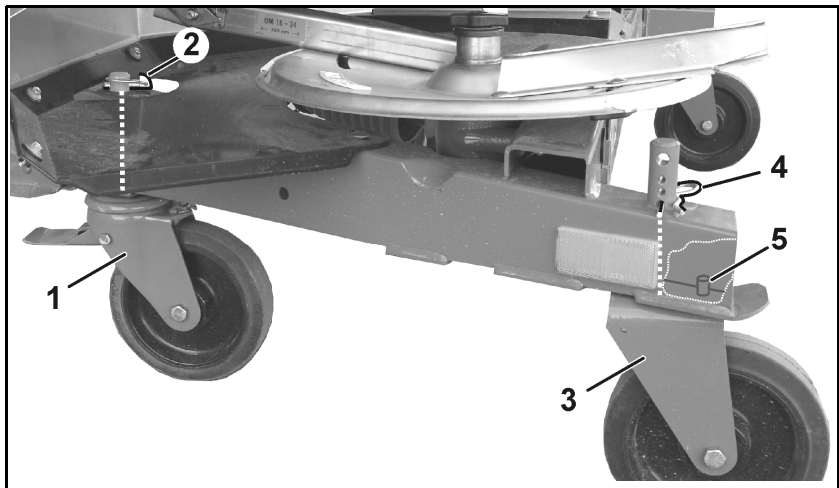

Bild 41
5. Styrbara bromsrullar (Bild 41/1) fram:
- o montera och fixera med låssprint (Bild 41/2), eller
6. Fasta rullar (Bild 41/3) bak:
- o montera och fixera med fjädersprintar (Bild 41/4) i de nedersta hålen,
Vid monteringen av de fasta rullarna måste man se till att bulten (Bild 41/5) går helt genom hålet på ramen och fixerar rullarna i på längden.